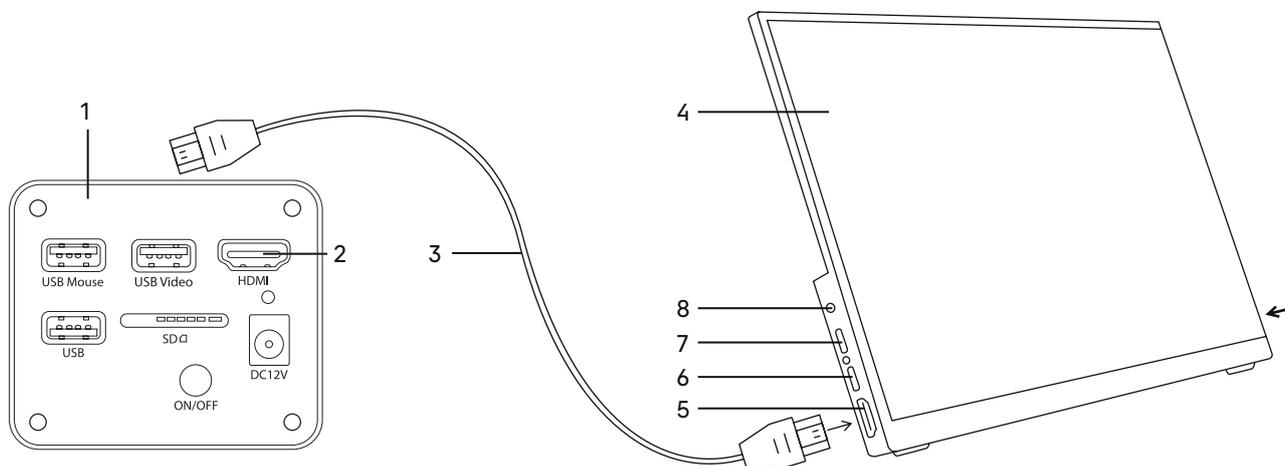

Рис. 15. Использование монитора
- Включите монитор нажатием нижней кнопки на боковой панели, как указывает стрелка (не показано на рис. 15).